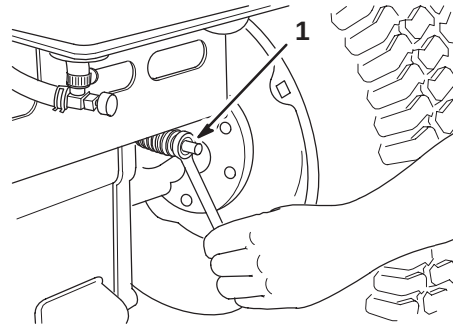

Figure 37
Le réglage du frein s'effectue derrière le carter latéral gauche (Fig. 37). Un réglage s'impose si le frein de stationnement n'est pas serré suffisamment.
4. Tournez l'écrou de réglage du frein (Fig. 37) jusqu'à obtention d'une course libre de 51 mm.